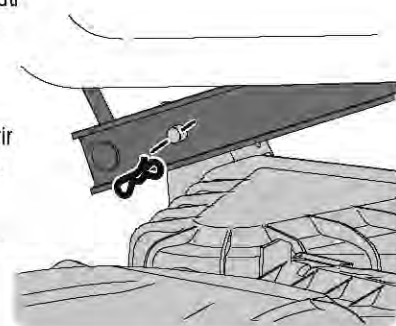

Figure 43
11. Placez-vous sur le côté gauche du plateau de coupe pour trouver la goupille située à l'arrière gauche. Voir Figure 43.
12. Retirez la goupille et faites sortir la goupille du bras de relevage. Voir Figure 43.